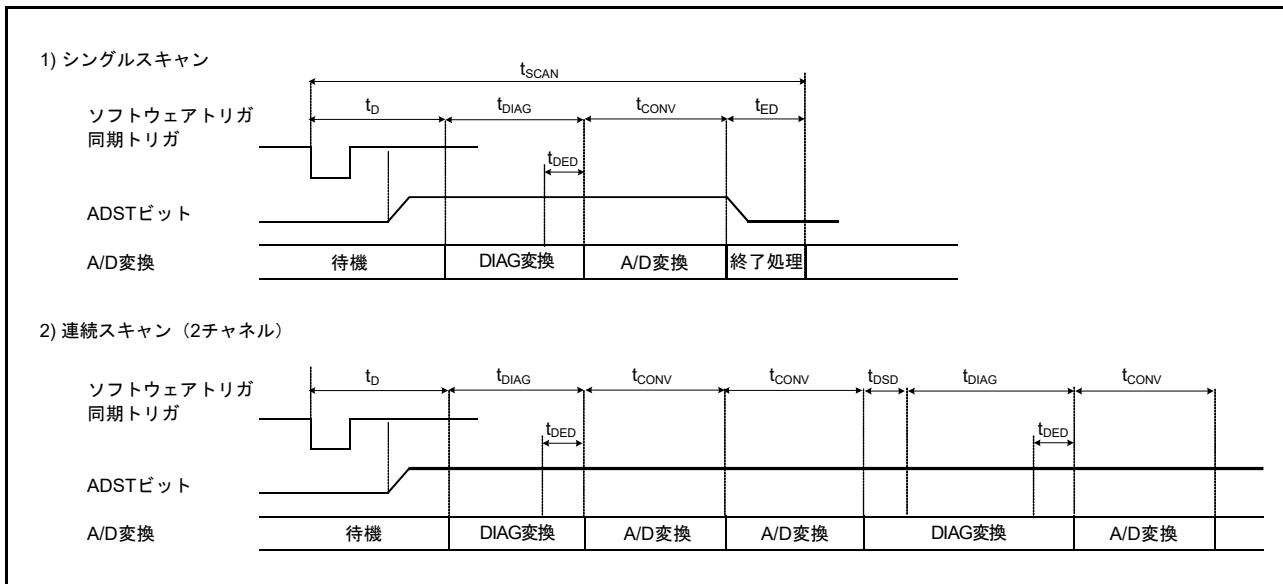
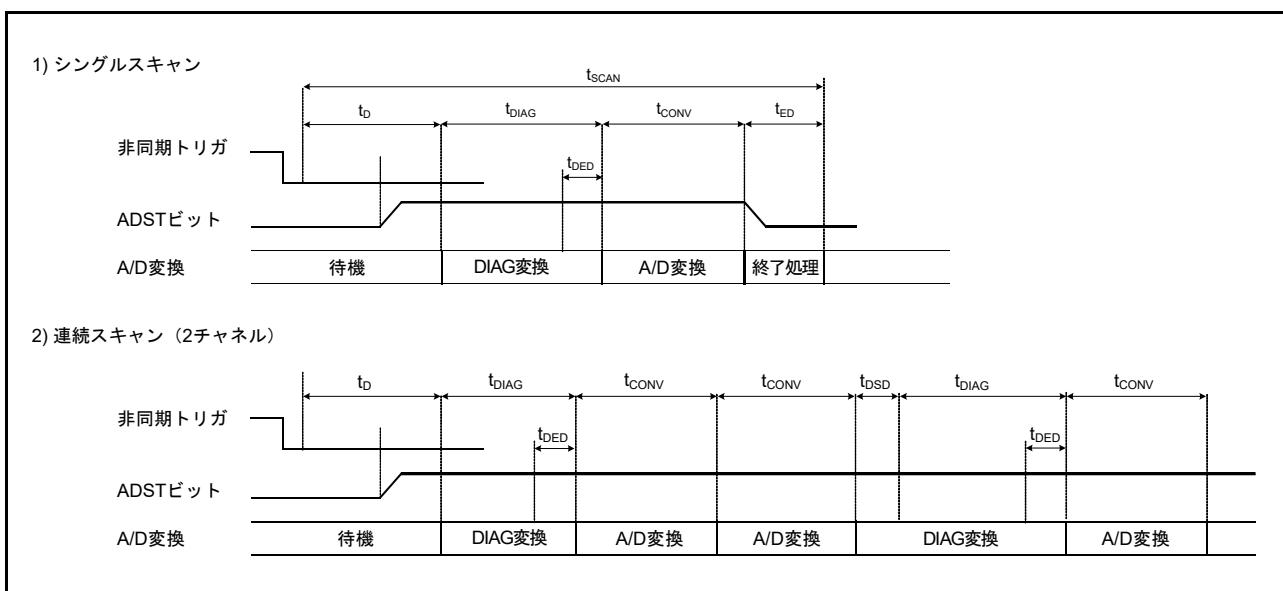

図 34.24 スキャン変換のタイミング (ソフトウェア起動、同期トリガ入力 (ELC) 起動の場合)
図 34.25 スキャン変換のタイミング (非同期トリガ入力 (ADTRG0) 起動の場合)
**図 34.24** に、ソフトウェアトリガまたは同期トリガ (ELC) 起動によりスキャン変換を行う場合のタイミングを示します。また、**図 34.25** に、非同期トリガ (ADTRG0) 起動によるスキャン変換を行う場合のタイミングを示します。スキャン変換時間 ( $t_{SCAN}$ ) はスキャン変換開始遅延時間 ( $t_D$ )、断線検出アシスト処理時間 ( $t_{DIS}$ ) (注 1)、自己診断変換時間 ( $t_{DIAG}$  および  $t_{DSD}$ ) (注 2)、A/D 変換処理時間 ( $t_{CONV}$ )、スキャン変換終了遅延時間 ( $t_{ED}$ ) を含めた時間となります。
注 1.  $t_D$ 、 $t_{SPLSH}$ 、 $t_{DIAG}$ 、 $t_{CONV}$ 、 $t_{ED}$  の各タイミングについては、図 34.24、図 34.25 を参照してください。